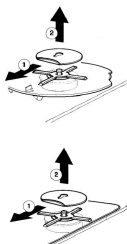

Figure 1
- L'interruttore si trova sul lato destro della macchina; per metterla in funzione, premere l'interruttore, in modo tale che il circolo si trovi nella zona sporgente. (FIG. 1)
- Per fermare la macchina, premere l'interruttore, in modo tale che la linea si trovi nella zona sporgente. (FIG. 1)
- Rimuovere prima la copertura del deposito. Rilasciare (1) e rimuovere (2) la piastra dal cappuccio di fissaggio della bomba (fig 1)